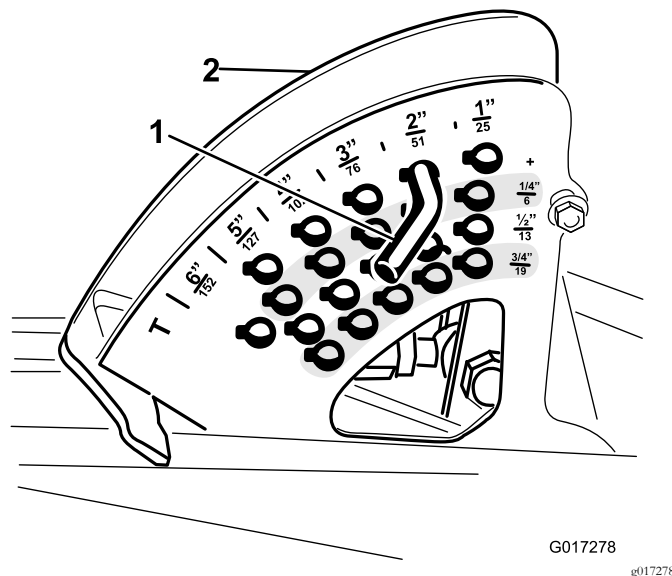

图3
3. 为了进行安装应留意剪草高度销在剪草高度支架中的位置**图3**。从剪草高度支架取下剪草高度销。
- 将剪草高度销按照所需剪草高度装入剪草高度支架 图3。